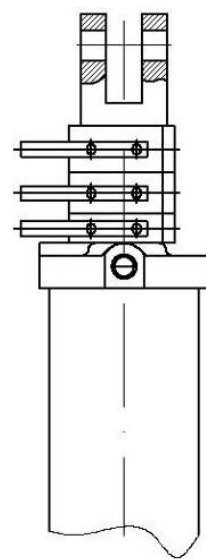

Рис. 6.4.3. На штоки всех цилиндров установлено равное количество ограничителей
1. Удерживать рукоятку гидрораспределителя трактора в положении «подъем» несколько секунд, пока штоки всех цилиндров не выдвинутся полностью и агрегат не будет поднят. При этом масло будет обходить поршень каждого предыдущего, уже сработавшего цилиндра и заполнять последующий (рис. 6.4.3).